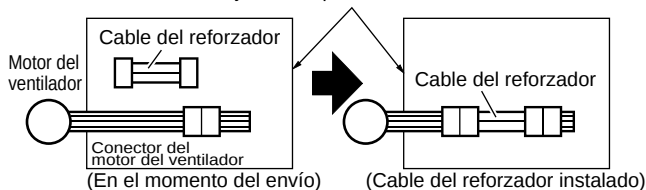

Fig. 3-70
- (1) Retire los 4 tornillos de la caja de componentes eléctricos y quite la placa de cubierta.
- (2) Desconecte los conectores del motor del ventilador de la caja.
- (3) Extraiga el cable del reforzador (conectores en ambos extremos) sujetado a la caja.
- (4) Conecte con seguridad los conectores del cable del reforzador entre los conectores del motor del ventilador desconectado en el paso 2 (Fig. 3-70).